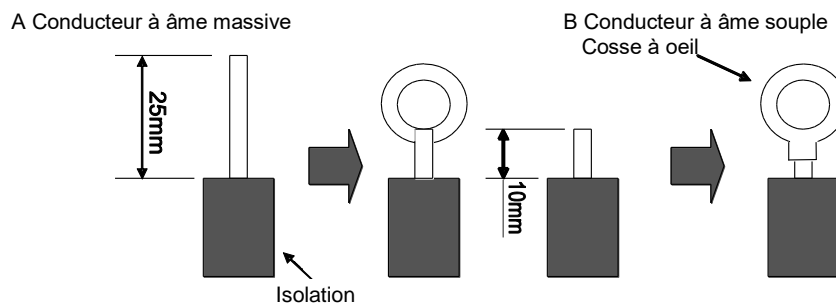

Fig. 26
1. En cas de conducteurs à âme massive (figure 26)
2. En cas de conducteurs à âme souple (figure 26)